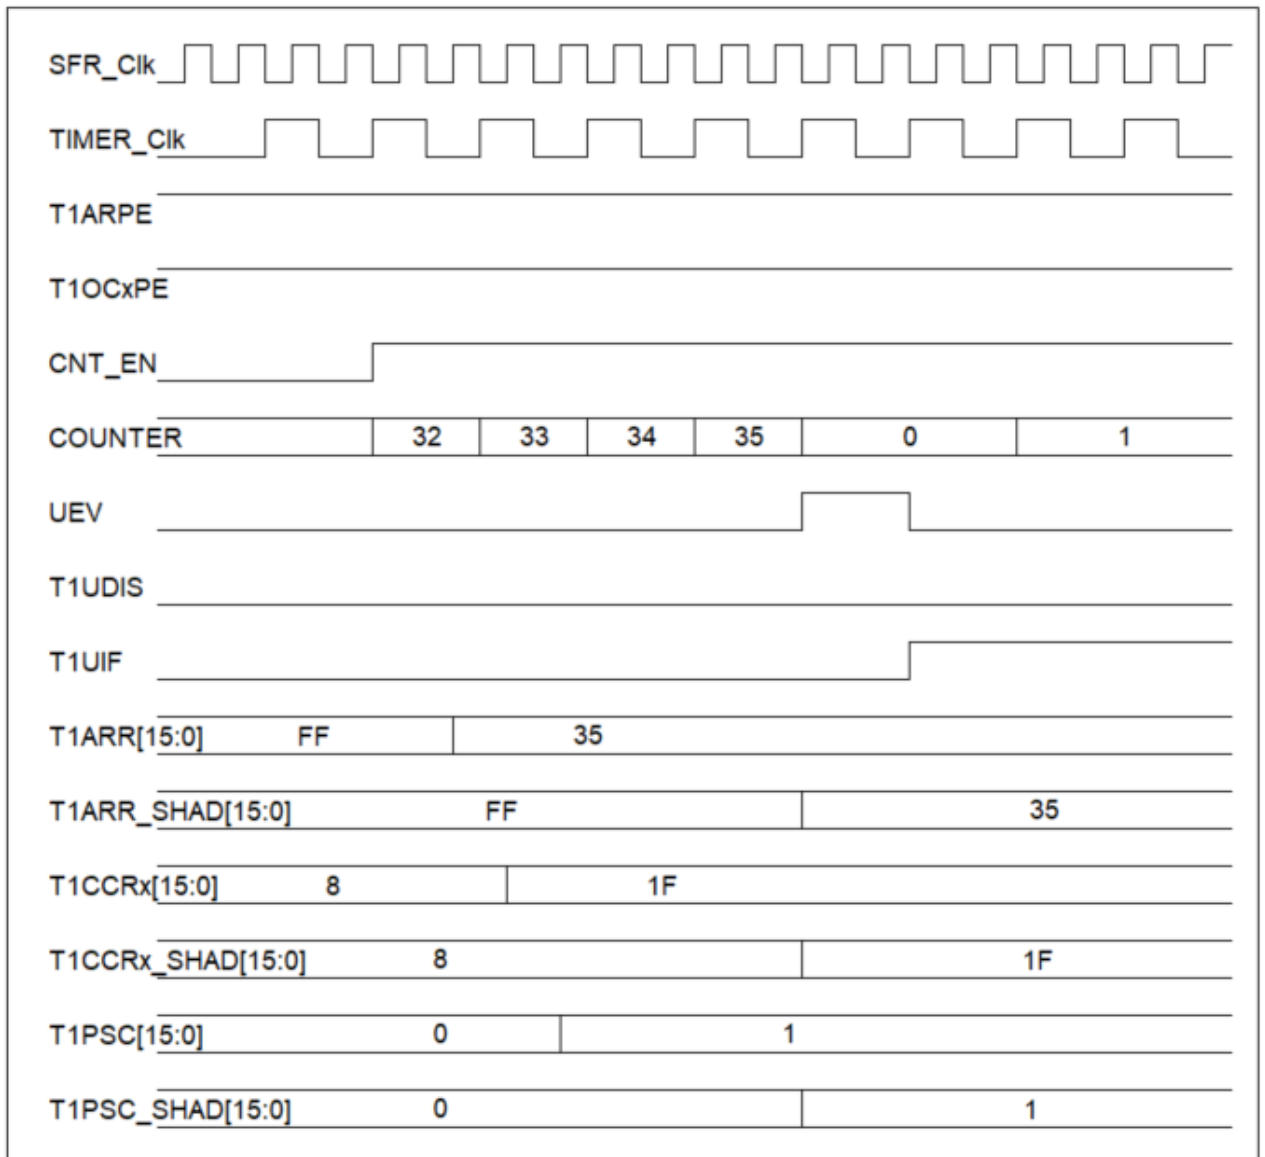

图 7-4 更新事件下，预装载寄存器的更新时序图
- 1.1 当计数器使能(T1CEN = 1), 且其相应的预装载使能时(T1OCxPE / T1ARPE = 1, 如表 7-18), 其影子寄存器将在产生更新事件时更新为预装载值, 如图 7-4;